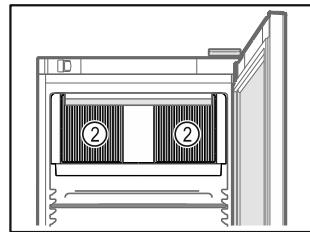

Fig. 64
- Lüftungsschlitzte Fig. 64 (2) des Umluftgebläses im Innenraum freihalten.